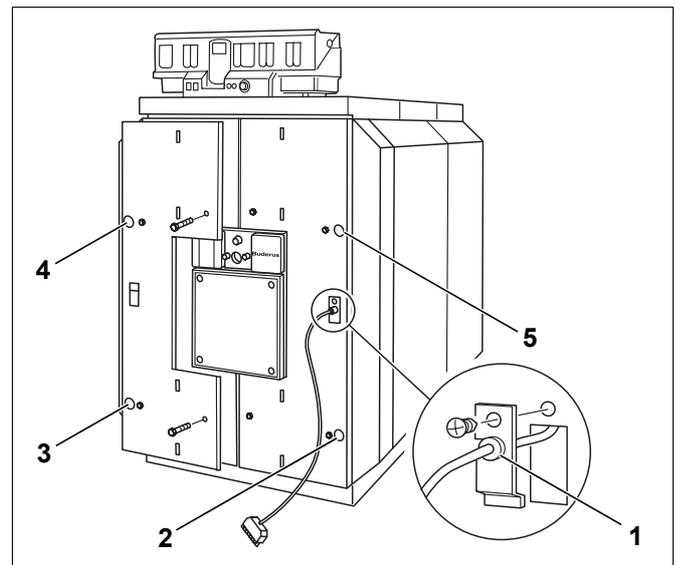

Bild 57 Brennerverkleidung montieren
- ▶ Brennerkabel mit der Zugentlastung in die Kabeldurchführung einrasten (Bild 57, **Pos. 1**).
- ▶ Brennerverkleidung von vorne auf die Brennertür aufsetzen und mit vier Maschinenschrauben an dieser anschrauben (Bild 57, **Pos. 2 bis 5**).